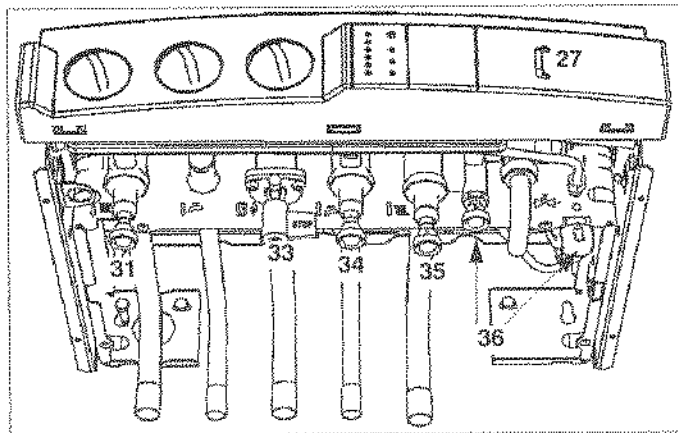

Fig. 14
Ouvrir le robinet d'eau froide "34" (fig. 14) sur la barrette robinetterie ;
- Vérifier que les robinets départ chauffage "31" (fig. 14), retour chauffage "35" (fig. 14) sont bien ouverts ;
- Ouvrir les 2 robinets de remplissage et d'isolement (boutons gris "36", fig. 14) ;
- Refermer ces robinets lorsque l'aiguille du manomètre "27" (fig. 14) indique une pression supérieure à la pression déterminée en page 7 ;
- Ouvrir le robinet d'arrivée de gaz "33" (fig. 14) ;